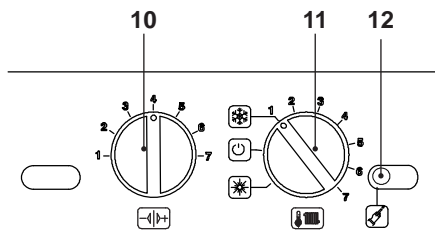

Figura 5.34
- Prima di alimentare elettricamente la caldaia posizionare le manopole 10 e 11 come indicato in Figura 5.34.
- Per settare il funzionamento con Termosato bisogna entrare nella programmazione premendo per 10 secondi il pulsante di ripristino 12, in Figura 5.34 fino alla comparsa del parametro **P01** sul display LCD; sul display LCD compare la seguente visualizzazione (la sequenza **P01** si alterna --- --).
12, in Figura 5.34 per lo scorrimento dei vari parametri, sino al raggiungimento del parametro **P03**, valido per la verifica del funzionamento del bollitore con termostato.
ne premendo per 10 secondi il pulsante di ripristino 12 , in Figura 5.34 fino alla comparsa del parametro **P01** sul display LCD; sul display LCD compare la seguente visualizzazione (la sequenza **P01** si alterna --- --).
- Premere più volte il pulsante di ripristino 12 , in Figura 5.34 per lo scorrimento dei vari parametri, sino al raggiungimento del parametro **P03**, valido per la verifica del funzionamento del bollitore con sonda NTC.
- Il valore che si visualizza nel LCD è **04**, ruotare la manopola settaggio caldaia 10 in Figura 5.34, portandola al minimo.
La seguente tabella mette in correlazione il settaggio della manopola caldaia 10 in Figura 5.34 con la visualizzazione presente nel LCD per il parametro **P03**.
- Ripremere il pulsante di ripristino 12 per entrare nella programmazione **P04**, il valore di partenza visualizzato dal LCD è **04**, ruotare la manopola di settaggio caldaia 10 in Figura 5.34 al minimo, il valore visualizzato dal display LCD derivante da questa operazione sarà **04**.
La seguente tabella mette in correlazione il settaggio della manopola caldaia 10 in Figura 5.34 con la visualizzazione presente nel LCD per il parametro **P04**.